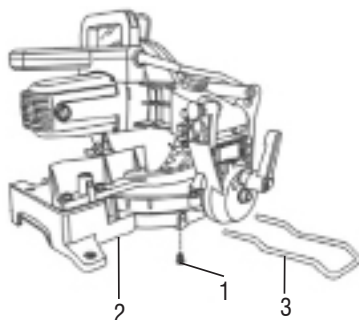

Fig. 8 - Instalando a extensão de estabilidade
- 1 – Solte o parafuso (1) debaixo da base (2);
- 2 – Posicione a extensão de estabilidade (3) nos furos da base;
- 3 – Fixe a extensão de estabilidade (3) com o parafuso (1), Fig. 8.